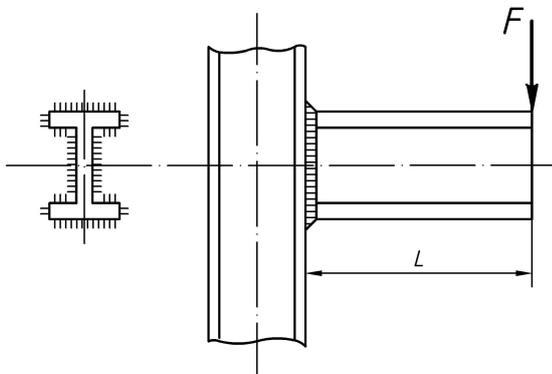

Рис.10.1. Расчетная схема к задаче № 1
1. Рассчитать сварное соединение двутавровой балки с колонкой (рис. 10.1) по данным табл. 10.1